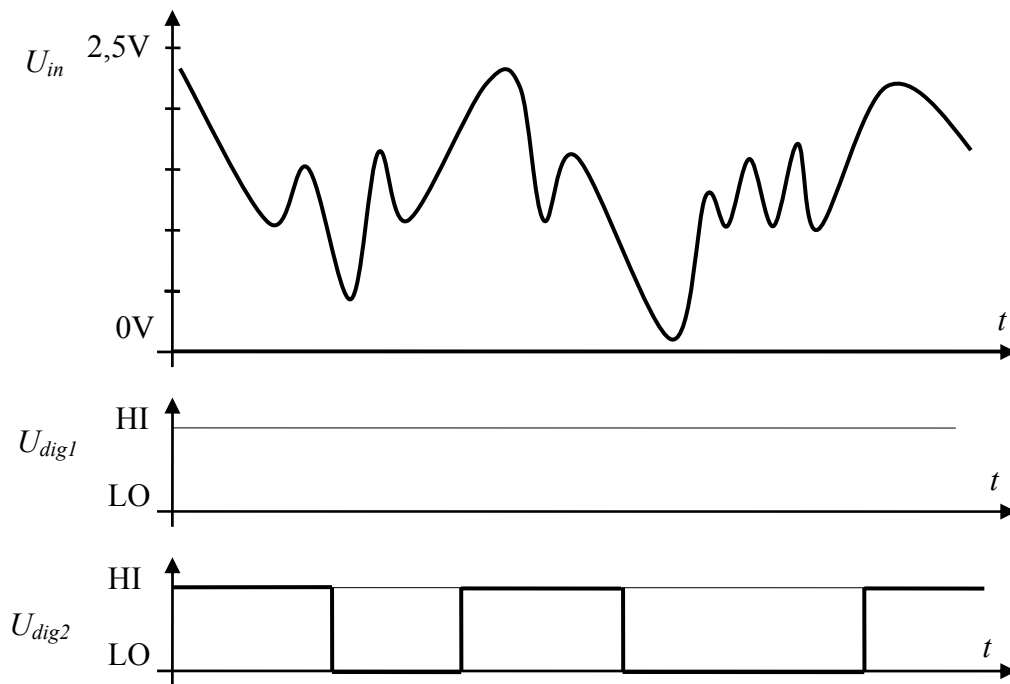

Abbildung 3.1
In Abbildung 3.1 ist ein analoger Spannungsverlauf  $U_{in}$  gegeben.
- (a) Dieses Signal  $U_{in}$  wird an einen Eingang eines digitalen Gatters mit Schwellwert  $U_{th} = 1,5V$  (ohne Hysteresis) gelegt. Ergänzen Sie in Abbildung 3.1 den Spannungsverlauf  $U_{dig1}$  nach der Digitalisierung!